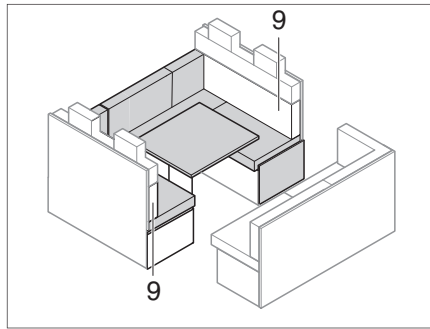

Bild 204 Vor dem Umbau
- Rückenpolster (Bild 204,9) entfernen und zur Seite legen.